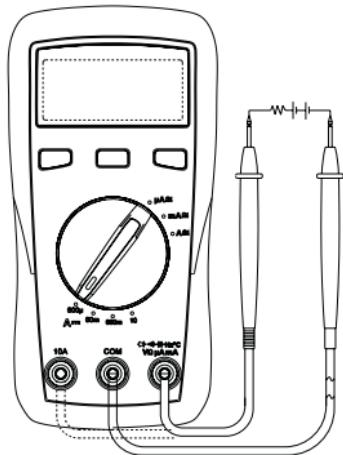

Abb. 3
2. Stecken Sie den Stecker der roten Messleitung je nach Bereichswahl in die Messbuchse $\text{mA}/\mu\text{A}$ oder A und den der schwarzen Messleitung in die Messbuchse COM. Orientieren Sie sich an der Abb. 3